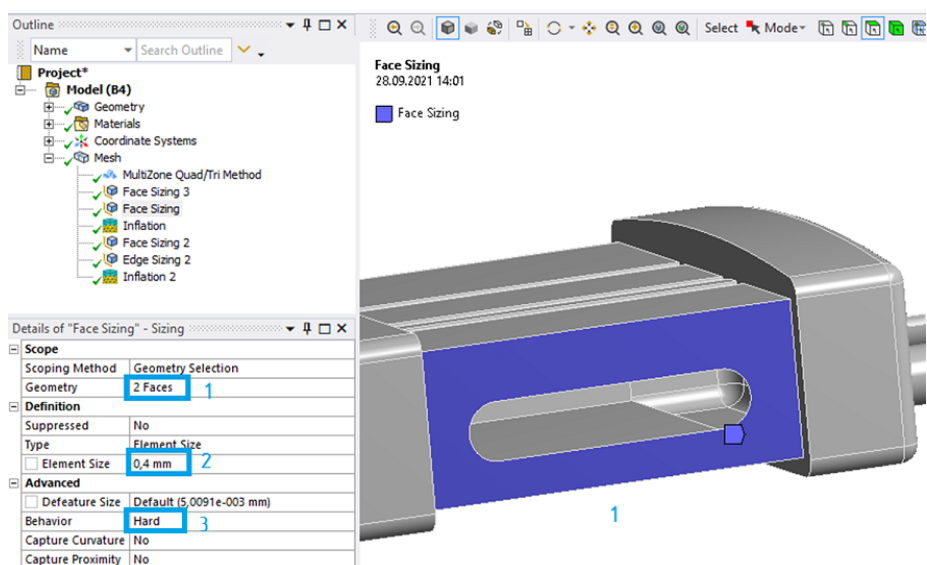

Рис. 20. Задание настроек сетки
6.4. Жмем ПКМ на *Mesh – Insert – Sizing*, выделяем две боковые поверхности с обеих сторон (1) и задаем величину ячеек (2) 0,4 мм (рис. 20). Иногда данная операция игнорируется программой из-за низкого приоритета, поэтому необходимо заменить значение *Soft* на *Hard* (3).